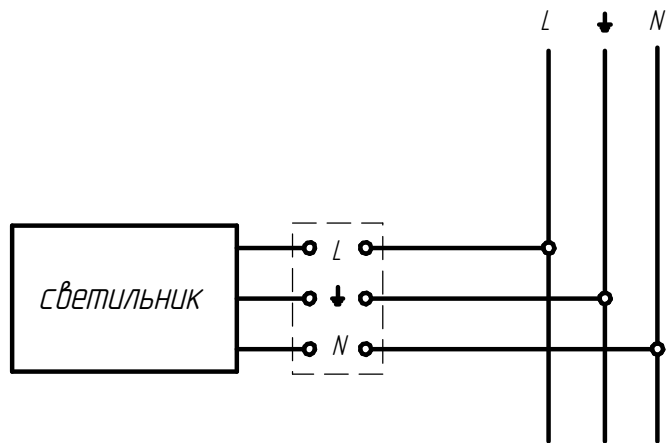

Рисунок 4 - Схема подключения светильника к сети
6.5 Подключите светильник к электрической сети согласно схеме рис. 4.